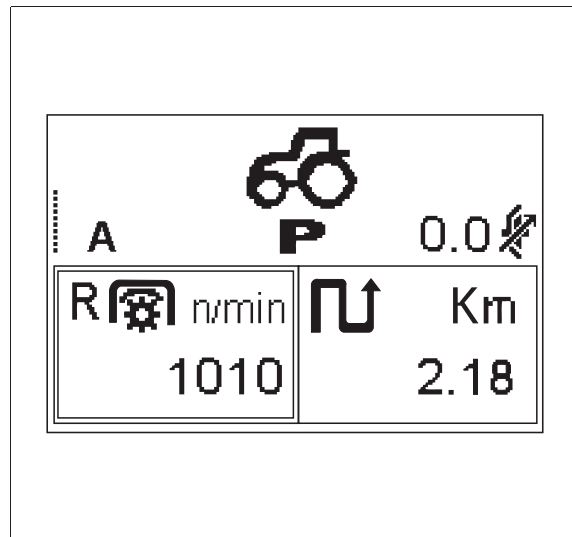

Fig. 12.
- Velocidad de la TDF trasera *fig. 12*